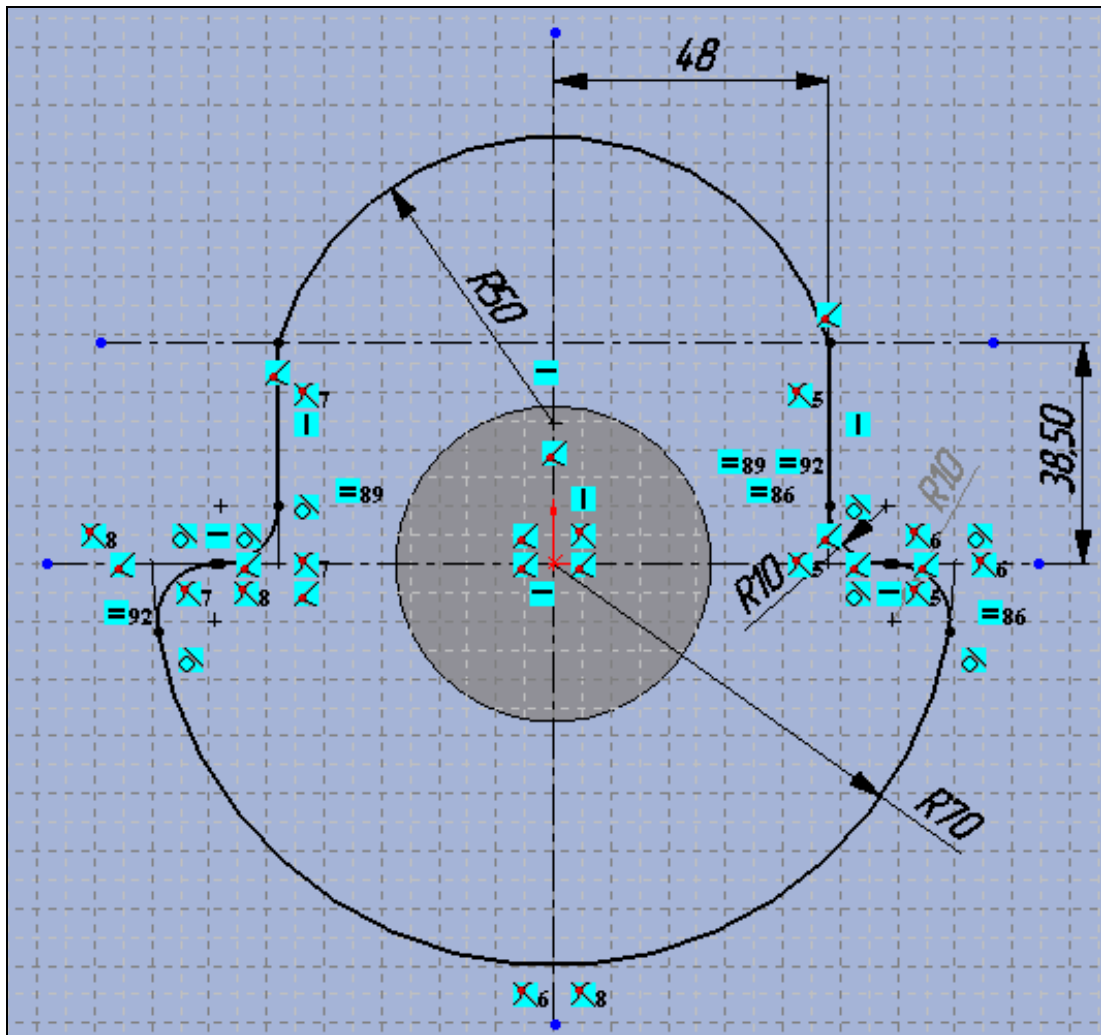
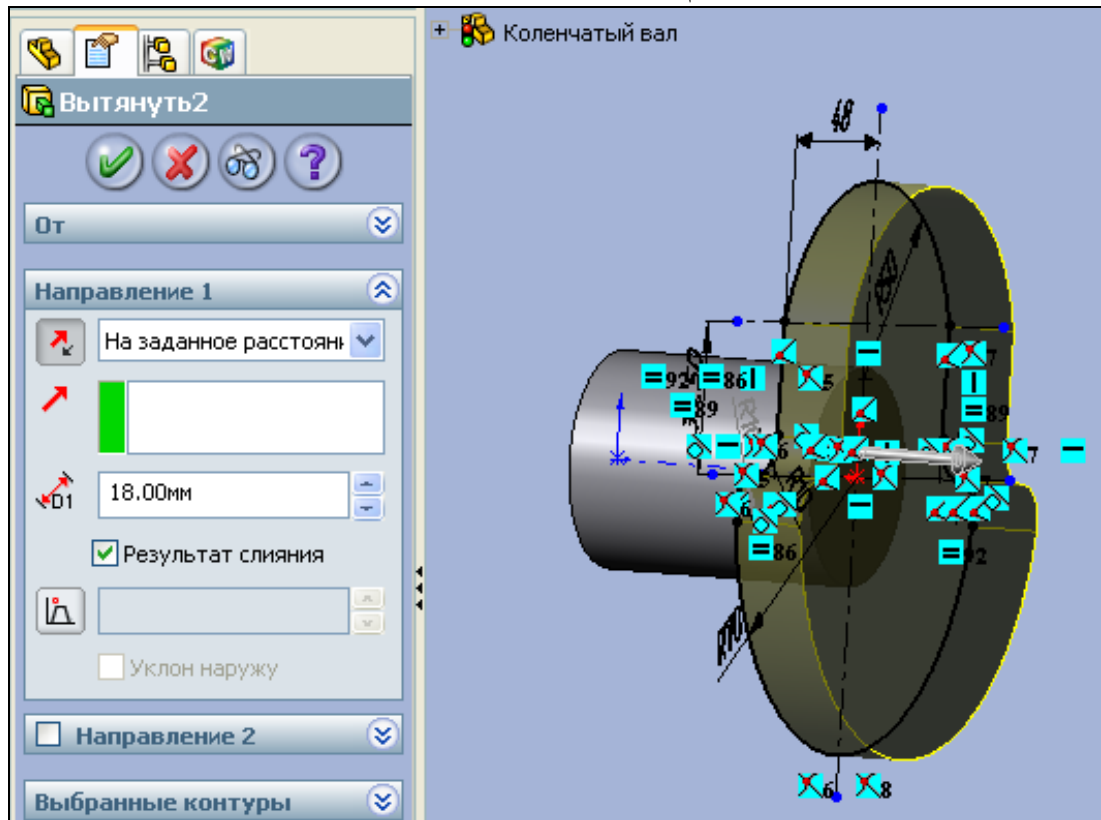

Рис. 2.50. Эскиз щеки
Рис. 2.51. Формирование щеки вытягиванием материала
3. Затем построим щеку коленчатого вала. Для этого на торцовой поверхности коренной шейки создайте новую плоскость построения и нарисуйте эскиз, показанный на рис. 2.50. Далее вызовите команду  — **Вытянутая бобышка/основание** из панели инструментов **Элементы** или из главного меню **Вставка | Бобышка/Основание | Вытянуть**. Откроется диалоговое окно **Вытянуть**, в котором задайте вытягивание материала 18 мм (рис. 2.51). Для принятия команды нажмите кнопку **ОК** .